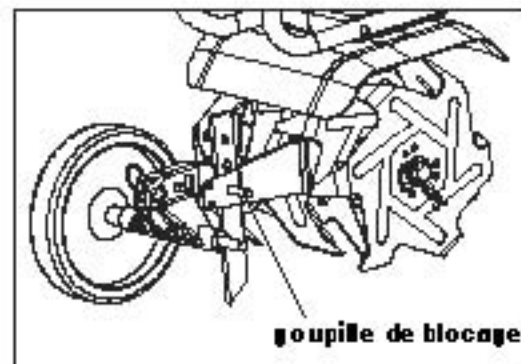

FIGURE 2
4. L'éperon de freinage est livré avec sa pointe dirigée vers le haut. Avant toute utilisation, sortez la goupille d'arrêt et tournez l'éperon de freinage de sorte que sa pointe est dirigée vers le bas dans la position face vers les fraises, puis remettez la goupille d'arrêt (Voir Figure 2).